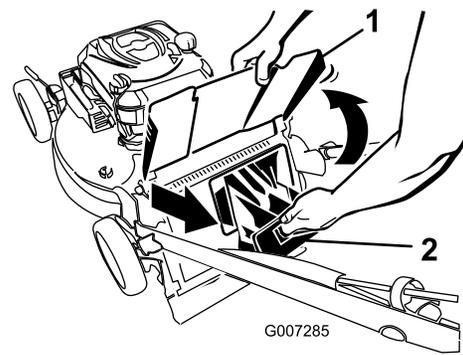

Bild 27
2. Heben Sie das Auswurfablenkblech an und halten es hoch (Bild 27).
3. Ziehen Sie die Heckauswurfklappe ab (Bild 27).